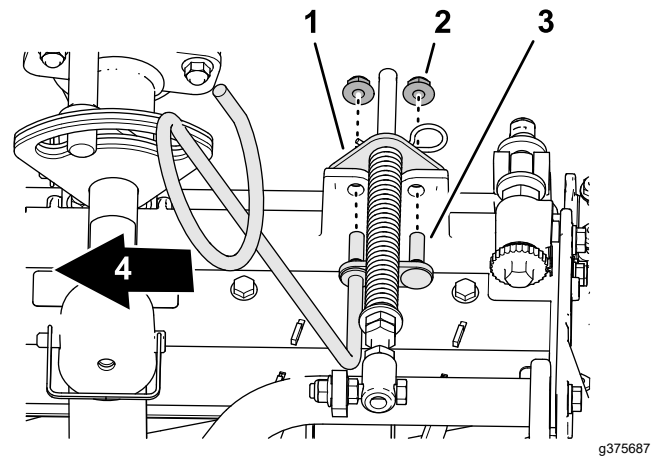

Figure 11
- 5. Placez les goujons du guide-flexible gauche en face des trous du cadre de l'unité de coupe et du support du compensateur (Figure 11).